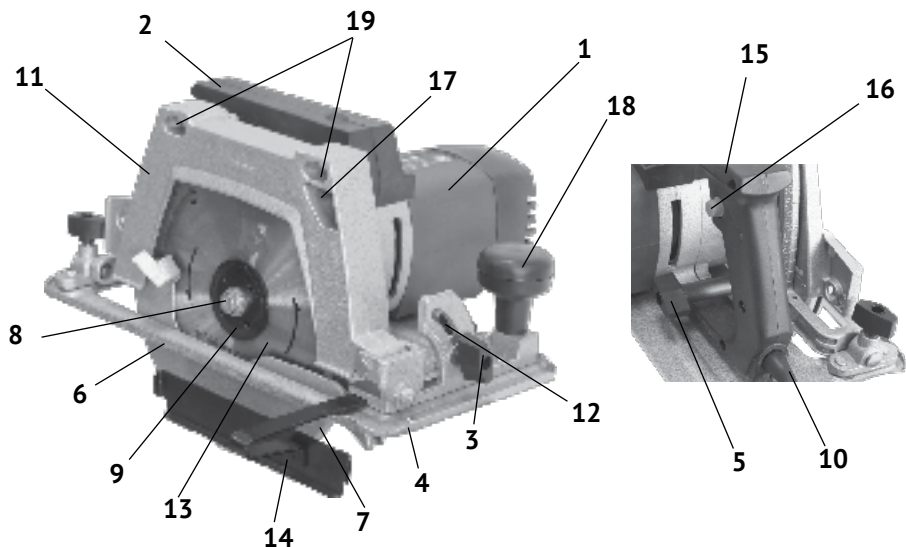

рис. 1
1.6 Общий вид пилы представлен на рис.1
1.7 Пила состоит из коллекторного двигателя в пластиковом корпусе (рис.1 поз.1) и металлического редуктора. Верхний неподвижный кожух (рис.1 поз.11) является одновременно крышкой корпуса редуктора. Крутящий момент с якоря электродвигателя, через шестерню, передаётся на шпindel, соосный с электродвигателем. На шпindel пилы, между опорным и прижимным (рис.1 поз.9) фланцами крепится пильный диск (рис.1 поз.13). Пильный диск - основной рабочий инструмент пилы.
1.8 Клавиша выключателя (рис.1 поз.15) расположена в рукоятке (рис.1 поз.2). Включение пилы осуществляется нажатием на клавишу выключателя указательным пальцем. Слева на рукоятке находится кнопка фиксации (рис.1 поз.16) клавиши выключателя в рабочем положении.
- нажав клавишу, зафиксировать её нажатием кнопки фиксации (рис.1 поз.16) в рабочем положении/повторное нажатие на клавишу отключает пилу при этом кнопка фиксации (со щелчком) возвращается в исходное положение.
На верхнем защитном кожухе (рис.1 поз.11) стрелкой указано направление вращения диска.
- надёжность крепления деталей корпуса двигателя, направляющей плиты (рис.1 поз.4) и отсутствие их повреждений, затяжку всех резьбовых соединений, исправность редуктора (вращение шпинделя от руки без заеданий);
- работу подвижного защитного кожуха (рис.1 поз.7);
2.2.1 Закрепить на шпиндель пильный диск (рис.1 поз.13), соответствующий обрабатываемому материалу. Для установки (замены) диска необходимо:
- открутить накидным ключом (входит в комплект поставки) винт крепления диска (рис.1 поз.8), снять прижимной фланец (рис.1 поз.6);
- переместить вверх, за рычаг нижний подвижный кожух (рис.1 поз.7), снять пильный диск (при замене);
- закрепить в отверстие для выброса опилок (рис.1 поз.17), на неподвижном кожухе (рис.1 поз.11), патрубок отвода стружки (входит в комплект поставки).
- ослабить винт (рис.1 поз.5) регулировки глубины пропила;
- ослабить винт (рис.1 поз.3) фиксации угла наклона;
2.2.5 При необходимости отпиливания заготовок строго определённой ширины, установите параллельный упор (входит в комплект поставки). Упор вставляется в прорезь (справа или слева) направляющей плиты и крепится винтом (рис.1 поз.12).
Пропил производите, подавая пилу вперёд двумя руками, используя дополнительную рукоятку (рис.1 поз.18), плотно прижимая основание к обрабатываемой заготовке.
- закрепить, используя отверстия (рис.1 поз.19) в неподвижном кожухе, двумя трубуцинами к поверхности верстака (рабочего стола);
- установить на кронштейн (рис.1 поз.6) неподвижного кожуха расклинивающий нож с закреплённым на нём пластиковым защитным кожухом (входят в комплект поставки);
- при необходимости отпиливания заготовок определённой ширины, вставить в прорезь основания параллельный упор (рис.1 поз.14) и закрепить его винтом (рис.1 поз.12) в нужном положении.
Убедившись в надёжном креплении пилы, нажмите клавишу выключателя и зафиксируйте её кнопкой (рис.1 поз.16) во включённом положении. Соблюдая все меры предосторожности, двумя руками плавно подавайте заготовку к пильному диску, прижимая её по всей длине к основанию.
**Внимание!** Не фиксируйте нижний подвижный кожух (рис.1 поз.7) в открытом положении. Это может привести к заклиниванию диска, а также к травмам и повреждениям. Кожух будет автоматически сдвигаться при подаче заготовки.